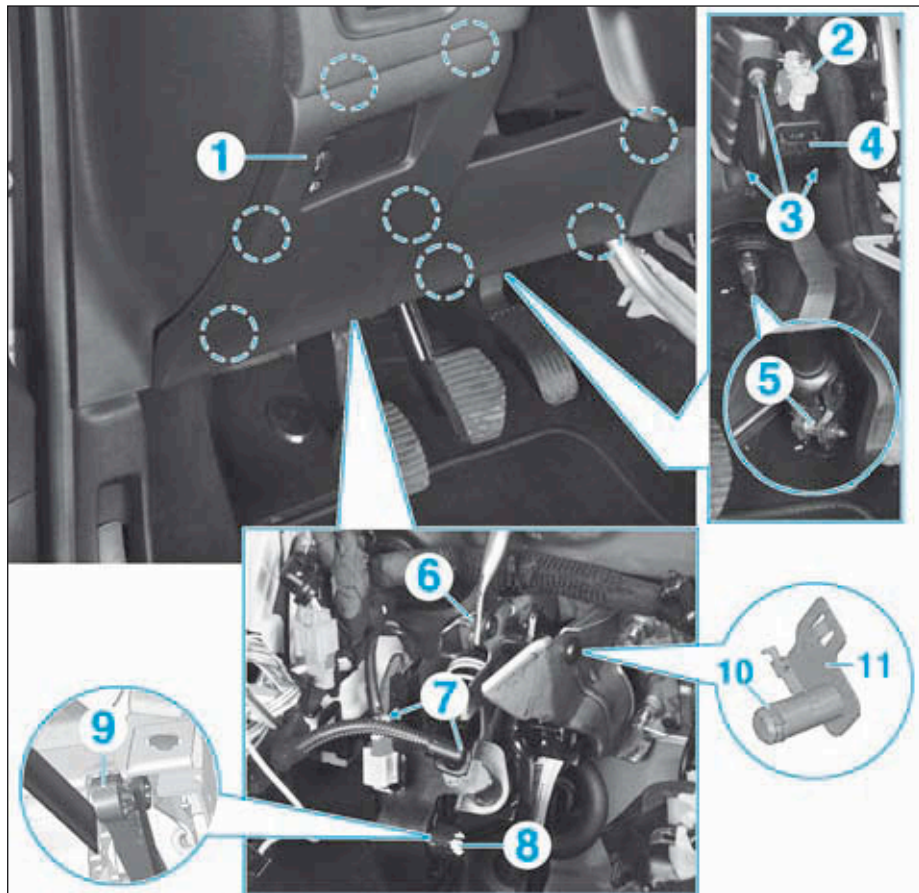

FIG.29
- Déposer la garniture (1) (Fig.29).
- Débrancher le connecteur (2).
- Déposer les écrous (3) et extraire la pédale d'accélérateur (4).
- Déposer le boulon (5) et désaccoupler la colonne de direction de la valve distributrice.